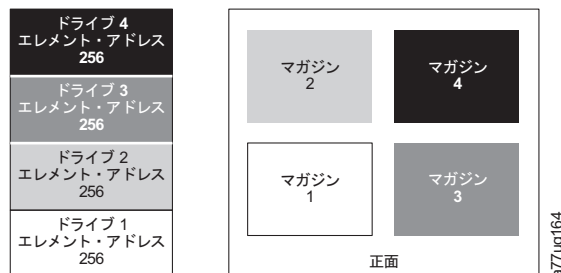

図 164. パーティション 4 つのシステムの構成
- 論理ライブラリー 1: スロット 1 から 23、4096 (0x1000) から 4118 (0x1016) (252 ページの図 164 を参照)
4 つの論理区画で構成されると、エレメント・アドレスの割り当ては次のようになります。DTE の割り当ては、図 164 で示されています。